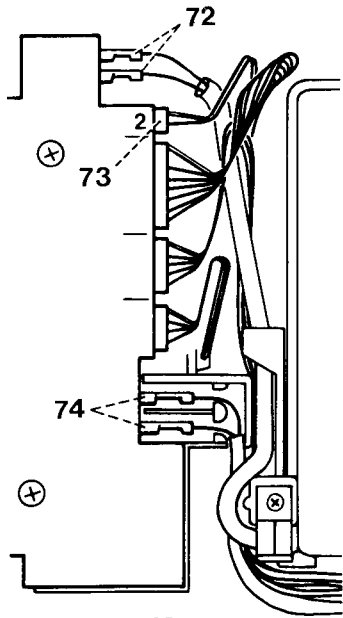

Fig. 40
- Das Kabel mit der Zweier-Steckdose 73 in den Kabelkanal legen und aufstecken (siehe Abb. 40).